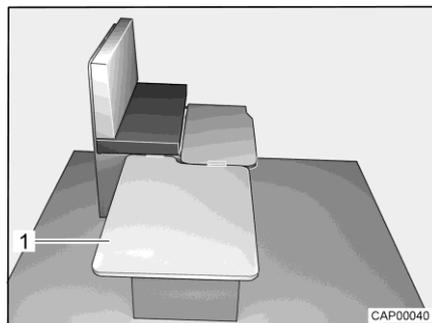

Fig. 37 Pendant la transformation
- Accrocher la planche amovible (Fig. 37,1) le long de la banquette et la poser sur la table.